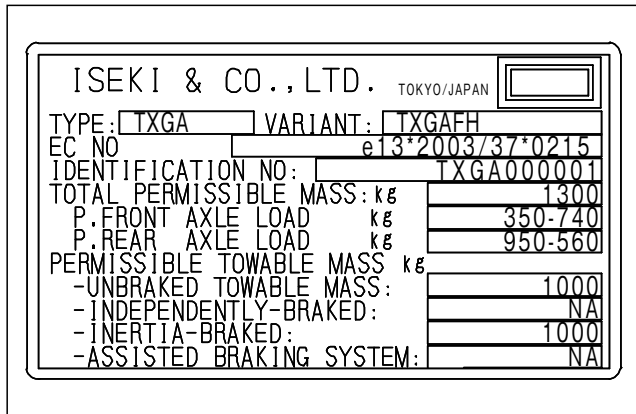
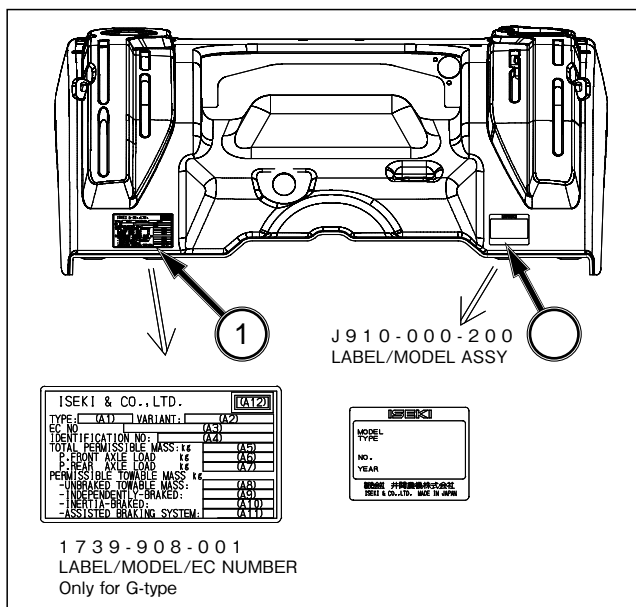

FIG. 2-1
FIG. 2-3
- ATTESTATION D'HOMOLOGATION DU TRACTEUR NUMERO (Fig. 2-1 & Fig. 2-3 (1))
- NUMERO DE SERIE DU TRACTEUR (Fig. 2-2 et Fig. 2-3 (2))